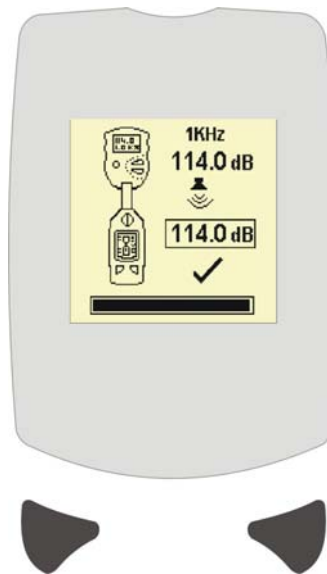

Figura 6 Tela de Calibração Completa
5. Pressionar o botão Esquerdo (A) ✓ para realizar a calibração, ou pressionar o botão Direito (B) X para Sair. Quando a calibração estiver completa, a tela de Calibração Completa será mostrada (Ver Figura 6).